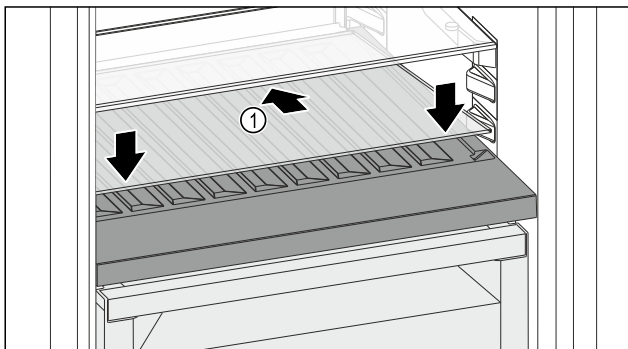

Fig. 100
- ▶ Glasplatte Fig. 100 (1) schräg und nach hinten unten geneigt ansetzen.
- ▶ Glasplatte Fig. 100 (1) vorne absenken.